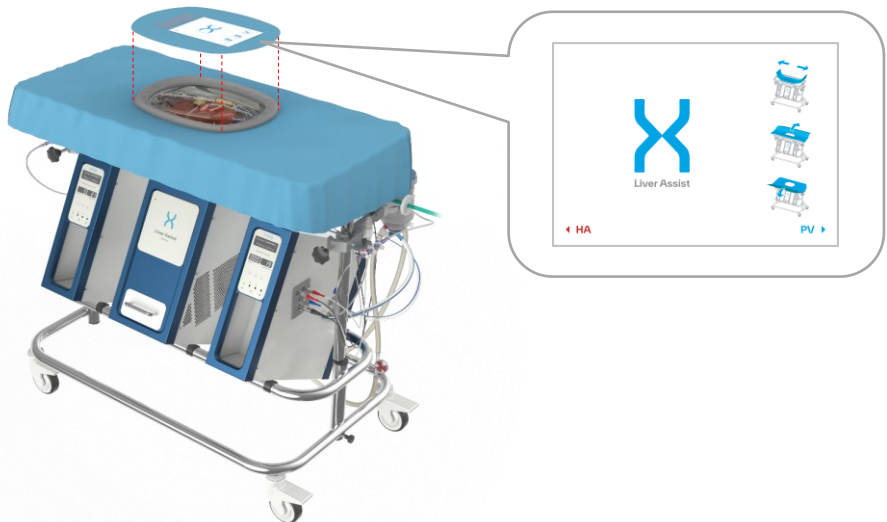

Abbildung 29: Anbringen einer zusätzlichen sterilen Abdeckung.
- Legen Sie die zusätzliche sterile Abdeckung über den Behälter und achten Sie darauf, dass die Ausrichtung korrekt ist, wie durch die Markierungen „HA“ und „PV“ auf beiden Seiten des Etiketts angegeben (Abbildung 29).